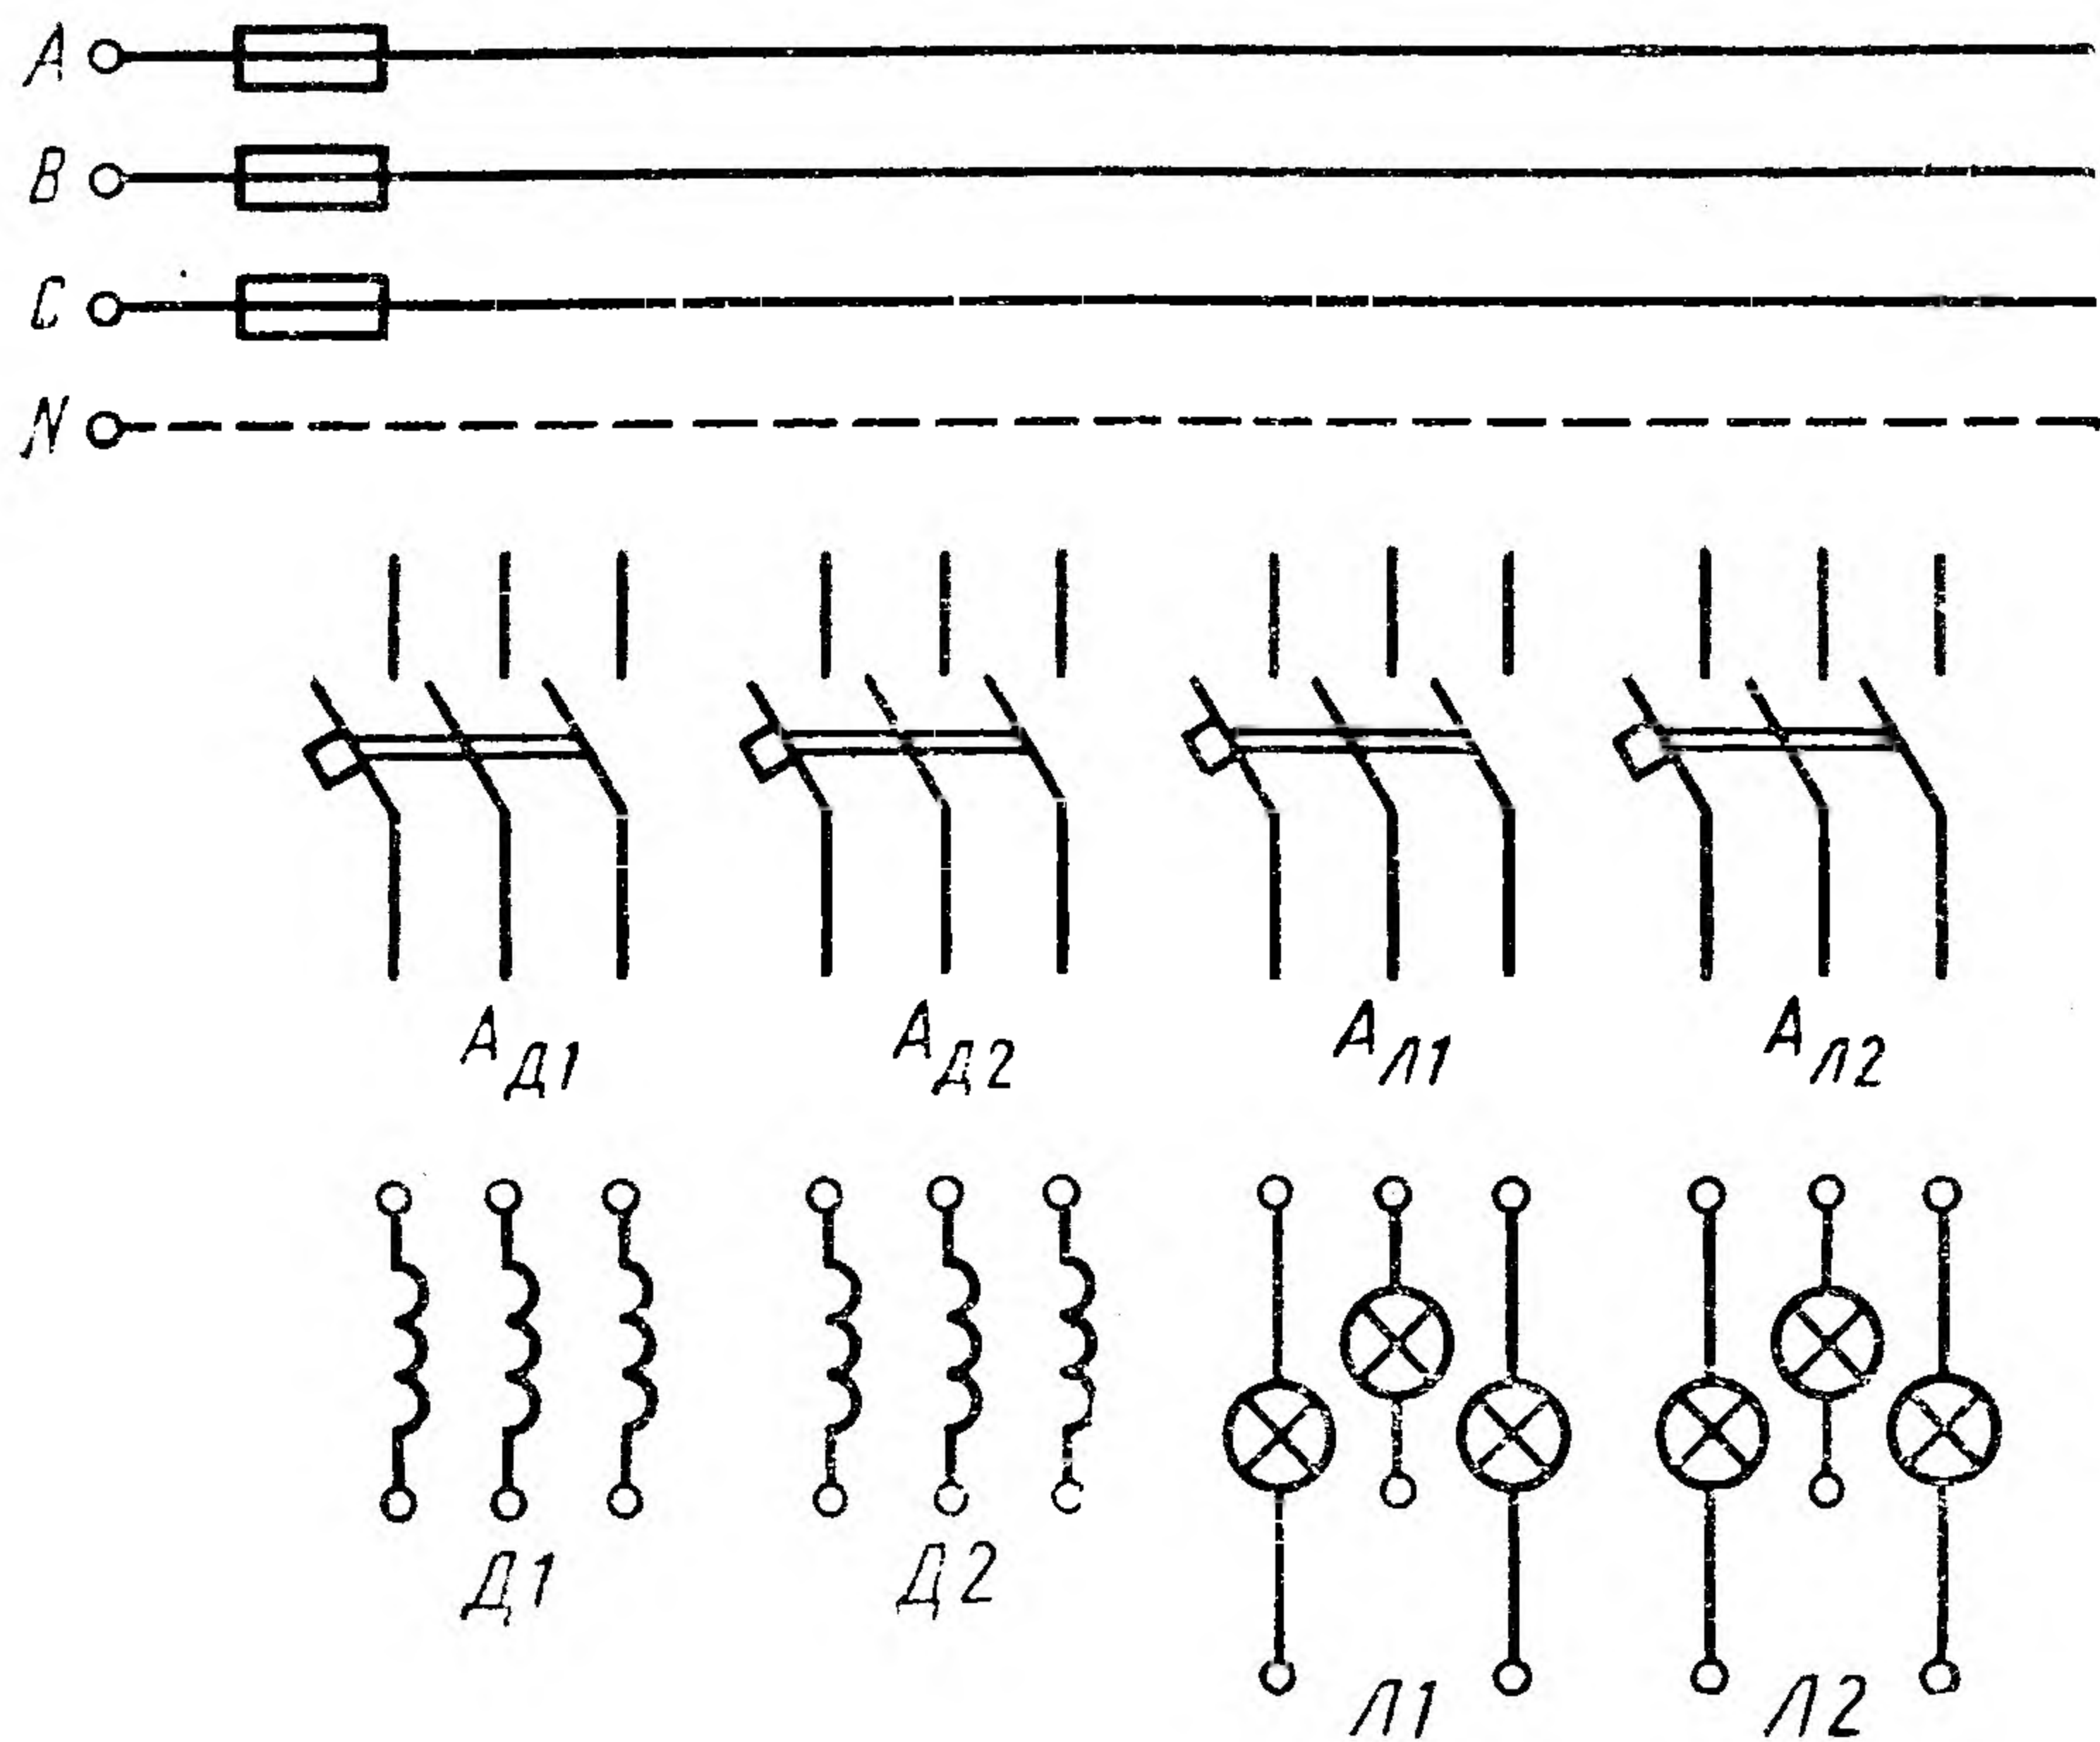

Рис. 77
**Задача 13.** С помощью элементов, приведенных на рис. 77, составить принципиальную схему включения двух трехфазных электродвигателей  $D_1$  и  $D_2$  и двух групп ламп накаливания  $L_1$  и  $L_2$  в трехфазную четырехпроводную сеть. Электродвигатели и лампы включаются в сеть через автоматические выключатели  $A_{D_1}$  и  $A_{D_2}$  и  $A_{L_1}$  и  $A_{L_2}$ . Выключатели служат для включения и отключения потребителей и защиты электрической сети от токов короткого замыкания и токов перегрузки. Номинальное напряжение сети  $U_{\text{ном}}$ . Обмотка каждой фазы электродвигателя рассчитана на напряжение  $U_d$ ; номинальное напряжение ламп  $U_{\text{л}}$ . Эти величины заданы в таблице вариантов. В задаче необходимо вы-